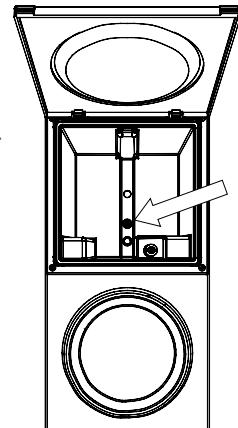

Fig. 5
**Tip:** Brandt het controlelampje niet dan bevindt er zich nog lucht in het systeem, controleer de toevogingen onderin het reservoir (fig. 5) op eventuele luchtbellen, indien aanwezig verwijderen, met b.v. een potlood.